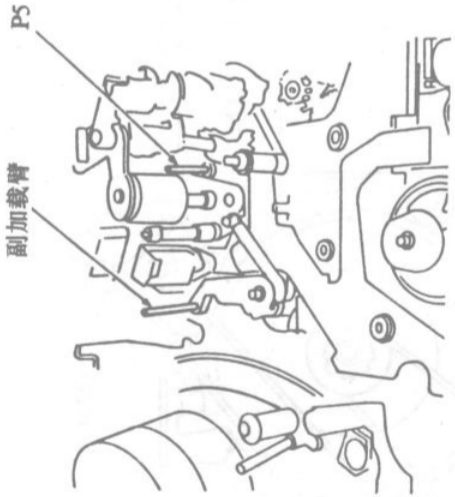

图 40
- ④顺时针方向转动主导轴电机，直到离合器圆盘锁定(转动一圈，离合器圆盘锁定一次)；
- ⑤当离合器圆盘锁定时，再次释放变换杆；
- ⑥重复步骤④和步骤⑤直到机构处于停止1位置(如图40所示)；
位置(如图40所示)；